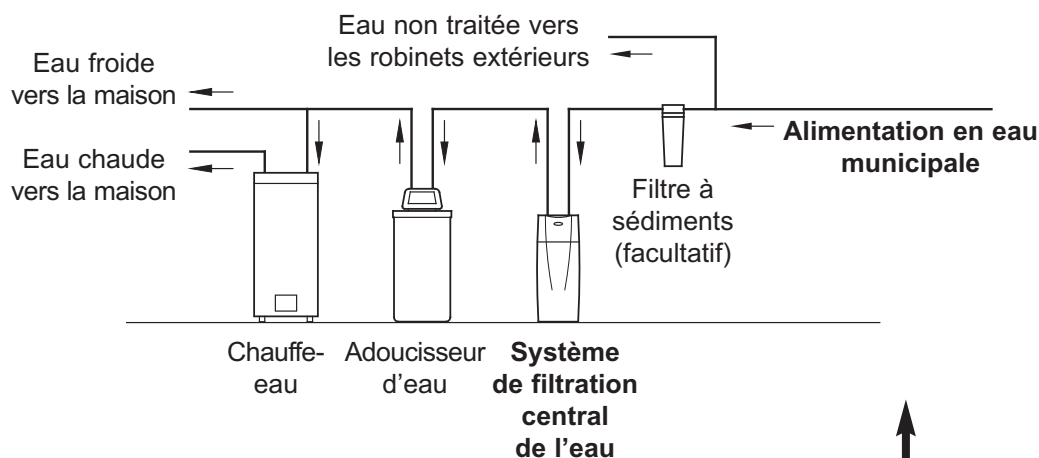
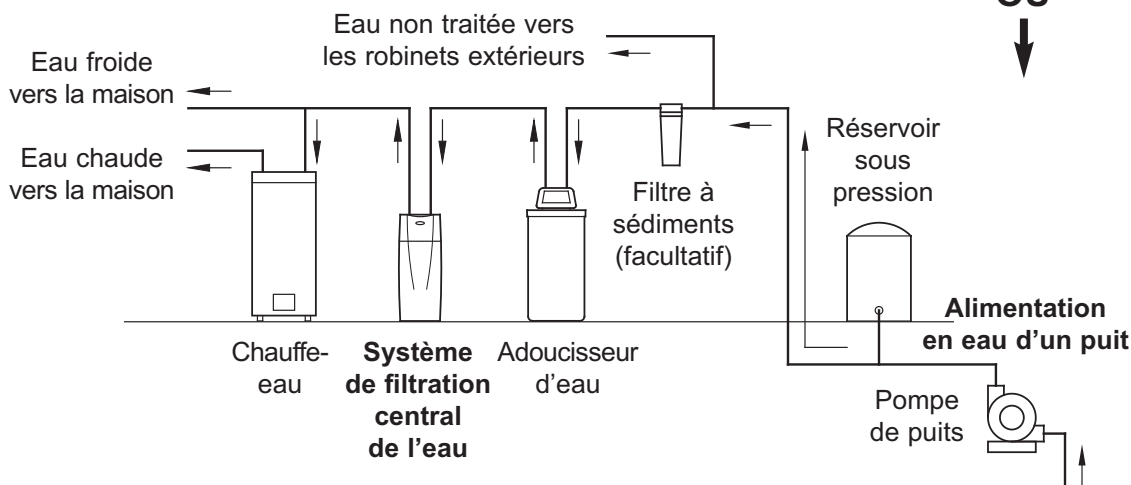

FIG. 3A
FIG. 3B
- Pour une maison avec l'alimentation en eau municipale, installez le système de filtration central de l'eau entre l'alimentation d'eau du domicile et l'adoucisseur d'eau, si un tel appareil est utilisé (voir la figure 3A). Si la maison a l'alimentation en eau d'un puits, inversez l'ordre du système de filtration central de l'eau et l'adoucisseur d'eau (voir la figure 3B).
- Ne pas effectuer le raccordement du système de filtration central de l'eau sur la conduite d'eau chaude (voir les figures 3A et 3B ci-dessous).